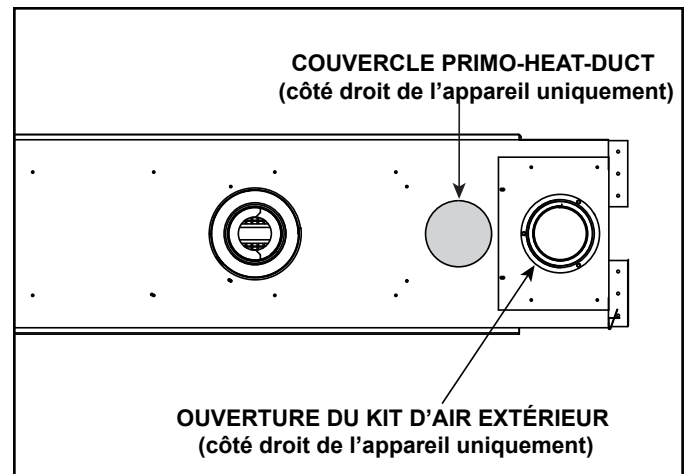

Figure 6.2 Emplacements des alvéoles défonçables de la gestion de la chaleur
1. Retirez la plaque de recouvrement de l'ouverture du kit d'air extérieur sur l'appareil. Voir la figure 6.2 pour l'emplacement de l'ouverture.
- Localisez l'abattant sur le côté supérieur droit de l'appareil. Voir la figure 6.2. Retirez l'abattant de l'appareil à l'aide d'une cisaille de ferblantier.